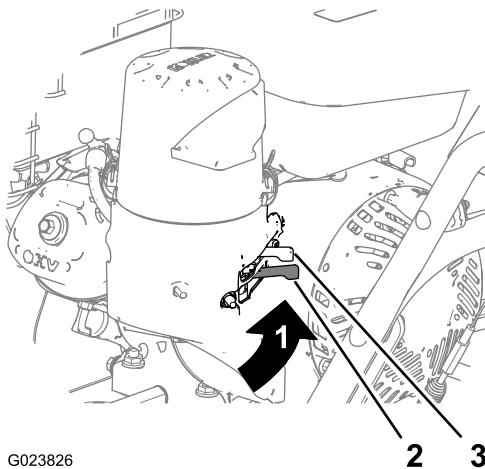

Figura 9
Mueva la válvula de cierre del combustible, situada debajo del estérter, a la derecha para dejar pasar el combustible (Figura 9).
2. En el lado izquierdo trasero del motor, mueva la palanca del estérter hacia la izquierda a la posición de ACTIVADO. Si el motor está caliente, deje el estérter en la posición de DESACTIVADO (Figura 9).
5. Deje que el motor se caliente durante varios minutos, luego mueva el estérter hacia la posición de DESACTIVADO (Figura 9).
5. Use la válvula de cierre de combustible para cortar el flujo de combustible cuando no utilizará la máquina durante unos días, cuando aparque dentro de un edificio o cuando transporte la máquina hacia y desde el lugar de trabajo (Figura 9).